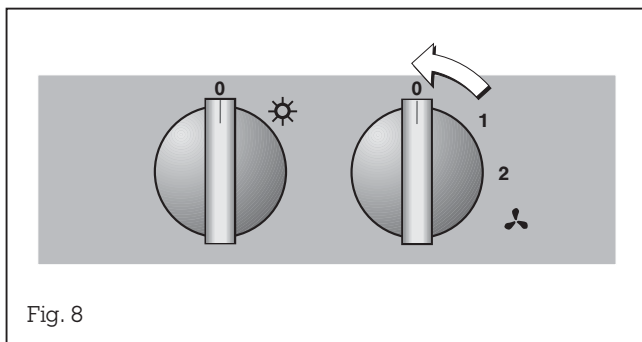

Fig. 8
- Mettez le bouton «allure» en position 0 (fig. 8).